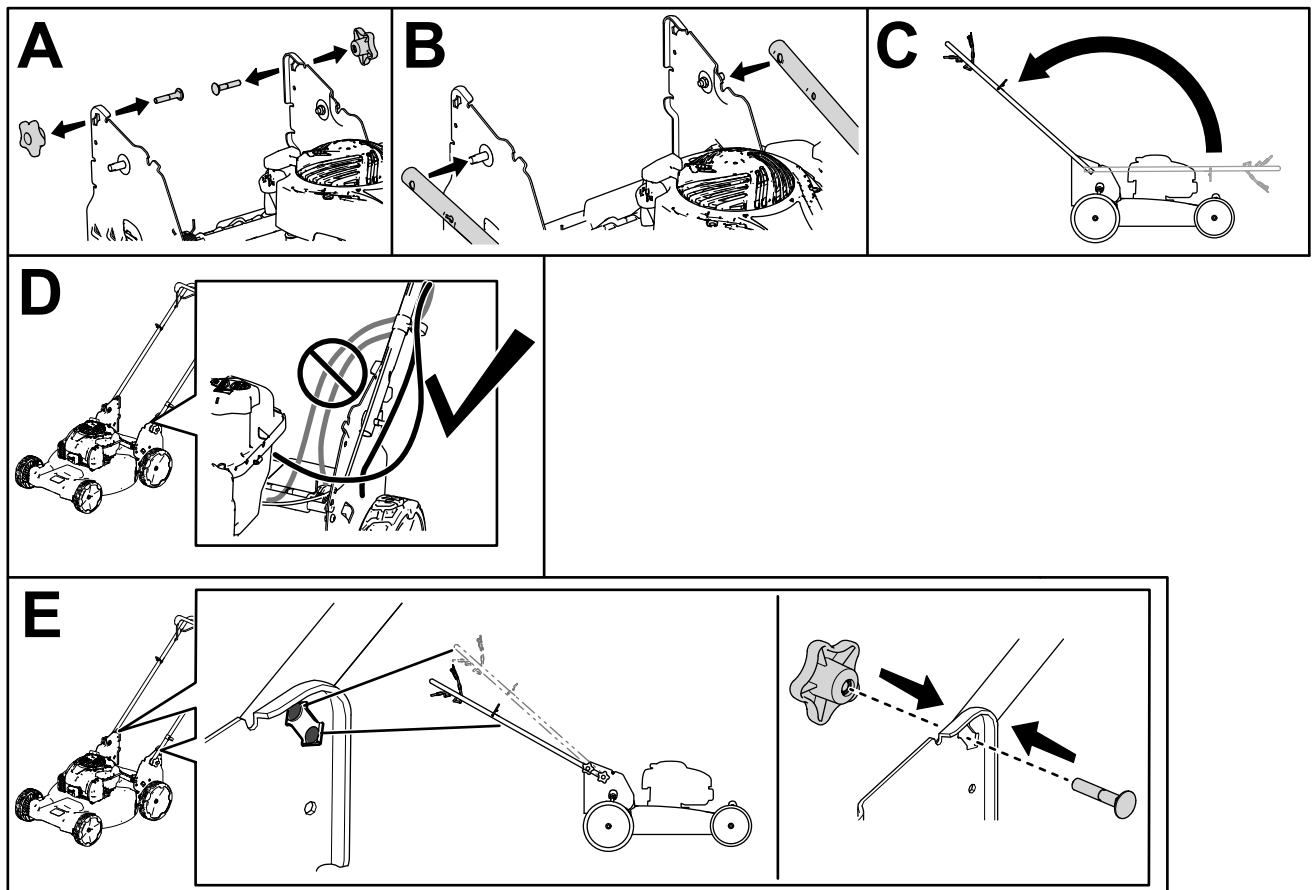

Figura 3
1. Retire los pomos del manillar y los pernos de cuello cuadrado de los soportes del manillar (Figura 3, A).
2. Sujete el manillar a la máquina usando los orificios de los extremos del manillar (Figura 3, B).
3. Mueva el manillar hacia atrás a la posición de uso (Figura 3, C).
4. Asegúrese de colocar los cables en el exterior del manillar (Figura 3, D).
5. Apriete los pomos y los pernos de cuello cuadrado para bloquear el manillar en la posición de operación (Figura 3, E).